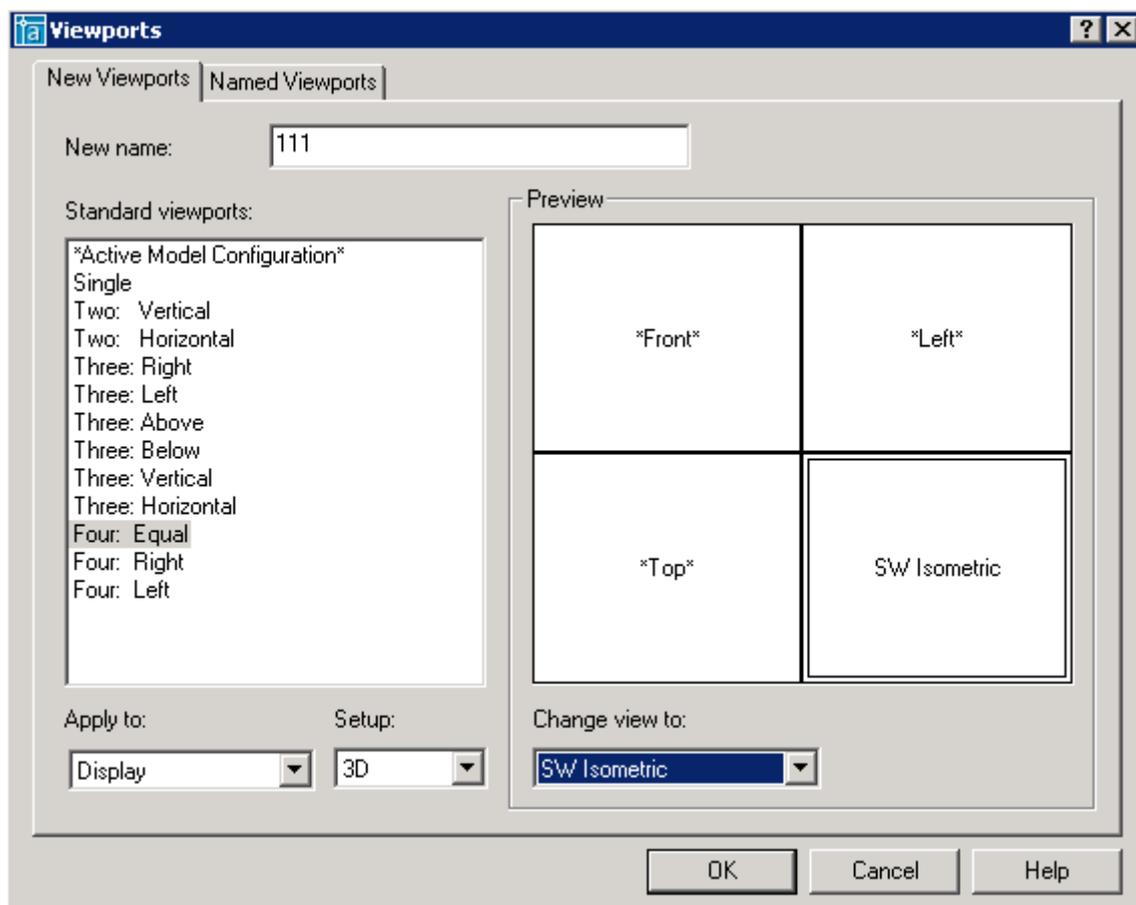

Рис. 6.12. Диалоговое окно Viewports (Окно просмотра)
Вкладка **New Viewports (Новое окно просмотра)** (рис. 6.12) позволяет задать новые видовые экраны. Вкладка содержит следующие элементы управления: поле ввода, список, два раскрывающихся списка и одну панель. Поле ввода **New name (Новое имя)** позволяет задать имя новой конфигурации видовых экранов.
1. Используя команду **VPORTS** задать 4 видовых экрана, как показано на рис. 6.12.